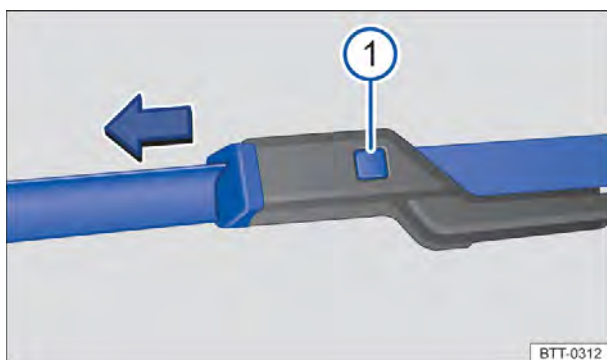

Fig. 205 Substituir as palhetas dos limpadores do para-brisa.
- Manter o botão de destravamento ⇒ Fig. 205 ❶ pressionado e, ao mesmo tempo, retirar a palheta dos limpadores do para-brisa no sentido da seta.